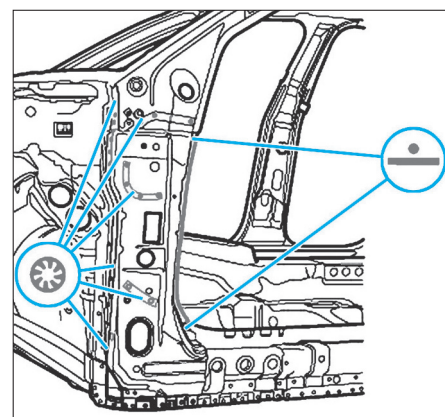

FIG. 15
- Souder la face intérieure du montant A, soudure par points en ligne droite (Fig.15).